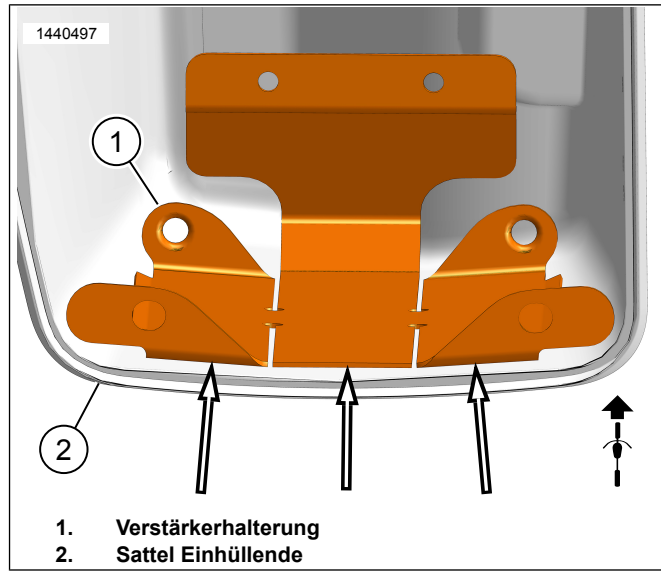

Abbildung 13. Sattel Einhüllende
- b. Siehe Abbildung 13. Die Schlitzle in der Befestigungshalterung (1) zum Biegen und Anpassen an die Satteltaschenkontur (2) ohne Hin- und Herbewegung verwenden. Dadurch wird ein besserer Kontakt und eine bessere Haftung mit dem Klebeband gewährleistet. Die Schutzfolie des Klebebands zu diesem Zeitpunkt noch nicht abziehen.